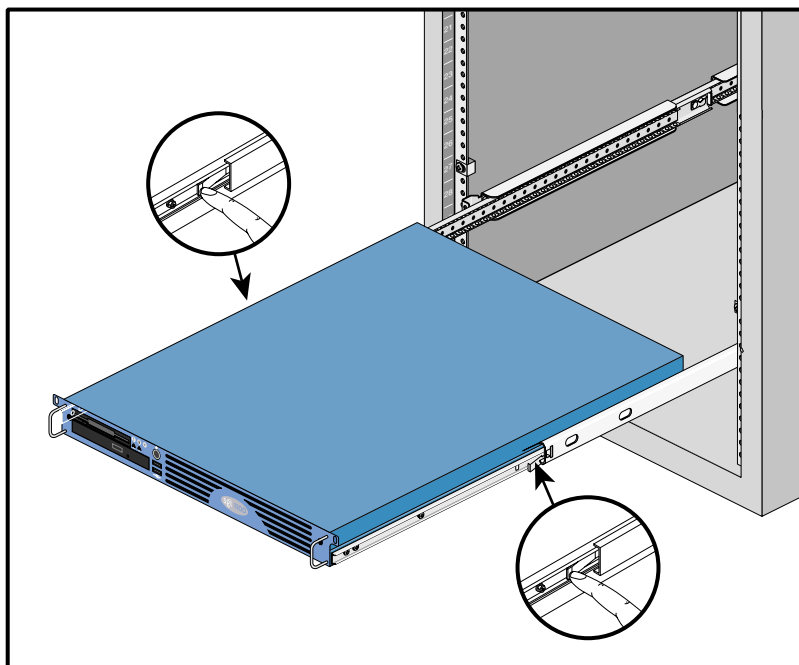

図 2-11 スライドラッチの解除
1. 1つのスライドから本体用レールを外します（スライドと本体用レールの形状については、表2-2を参照してください）。レールを外すには、図2-11に示すように、リリースラッチを押す必要があります。
3. 本体の両側のスライドラッチを解除し、本体をラックにスライドさせて挿入します（詳細については、図 2-11 を参照してください）。本体を初めてラックに挿入するときは、ベアリングケージがスライドの中心になっていないため、スライドはかなり動きにくい状態になっています。本体を奥まで挿入すると動きがなめらかになります。